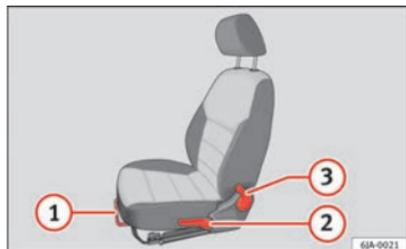

Fig. 69 Comandos de ajuste do banco/Comandos de ajuste de um banco desportivo
- Levante (na parte central) a alavanca ① ⇒ Fig. 69 e desloque o banco para a frente ou para trás.
- Solte a alavanca ① e continue a deslocar o banco, até o bloqueador encaixar com um clique.
- Para subir, mova e solte a alavanca ② ⇒ Fig. 69 (várias vezes, se necessário) para cima até conseguir a posição desejada.
- Para baixar, mova e solte a alavanca ② (várias vezes, se necessário) para baixo até conseguir a posição desejada.
- Não exerça força sobre o encosto e puxe a alavanca ③ ⇒ Fig. 69 para trás e, pressionando o encosto, consiga a inclinação desejada.
- Ao soltar a alavanca ③, o encosto fica na posição regulada. ■